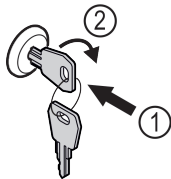

Fig. 172 Przykładowa prezentacja
- ▶ Włożyć kluczyk Fig. 172 (1).
- ▶ Przekręcić kluczyk o 90° w prawo Fig. 172 (2).